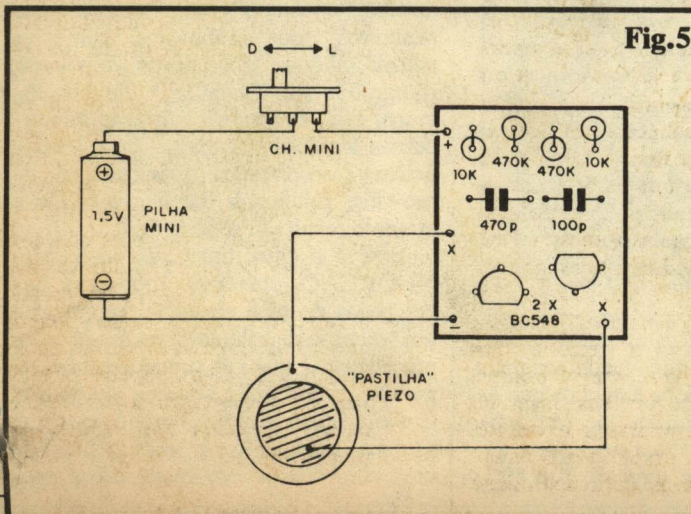

Fig. 5
- FIG. 5 - DETALHAMENTO DO "CHAPEADO" - Sem muito respeito, agora, à escala (na figura 4 a plaquinha também é vista em rigoroso tamanho natural...), todos os componentes estão devidamente codificados e com seus valores anotados... Aproveitamos o diagrama para também mostrar as importantes conexões externas à placa (já mencionadas...), ou sejam: a alimentação e o transdutor... Os fios externos devem ser tão curtos quanto o permi-